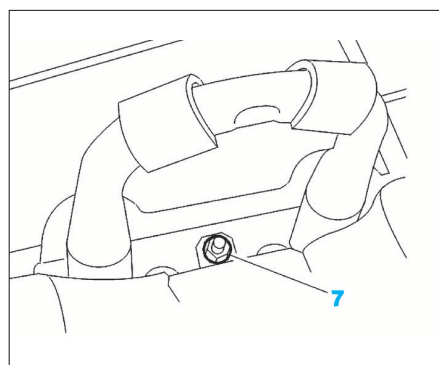

FIG. 51
- Déposer la vis de fixation (7) du dossier de siège arrière (Fig.51).